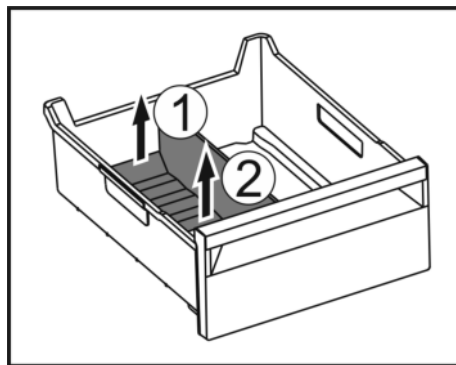

Fig. 106
- ▶ Hinteren Teil des Eisfach-Trenners anheben. Fig. 106 (1)
- ▶ Eisfach-Trenner nach oben entnehmen. Fig. 106 (2)